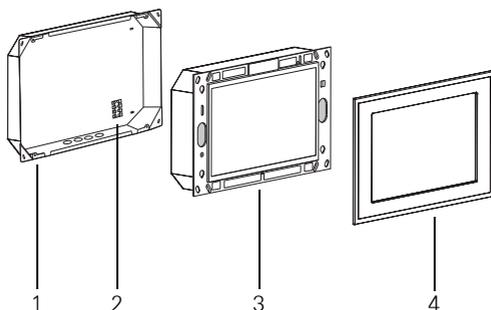
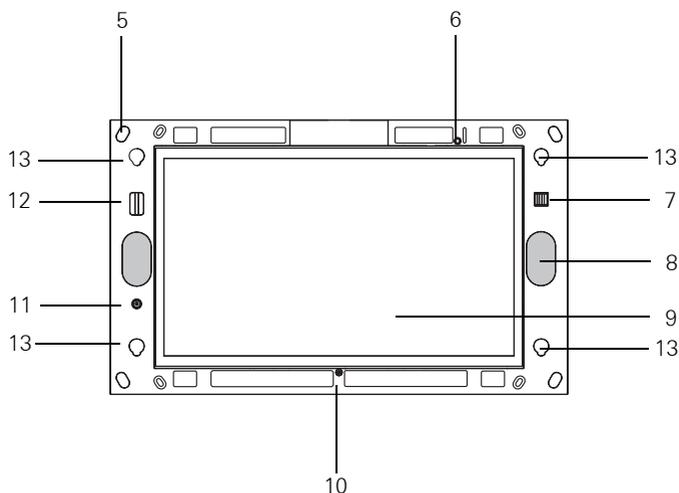

Figura 1: Caja empotrable, Control 19 Client 2 y marco de diseño
Figura 2: El lado frontal del Control 19 Client 2 sin marco de diseño
Los elementos de manejo individuales estarán accesibles después de retirar el marco de diseño (Figura 1 y Figura 2).
El marco de diseño (4) ha sido retirado y el pulsador de conexión/desconexión (11) está accesible. (Figura 1 y Figura 2).
- Conexión: presione el pulsador (11)